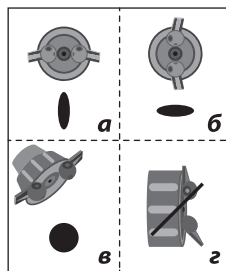

Рис. 3
**а)** горизонтально - для формирования вертикального факела при окраске вправо-влево (Рис. 3а);
**б)** вертикально - для формирования горизонтального факела при окраске вверх-вниз (Рис. 3б);
**в)** разведите сопла краскораспылителя под углом 180° (ориентация неважна) – для формирования круглого факела при окраске углов, ребер и труднодоступных поверхностей (Рис. 3в).
**ВНИМАНИЕ!** Во избежание повреждения изделия и плохого качества работы всегда устанавливайте оба сопла (4) в одинаковое положение (Рис. 3г).